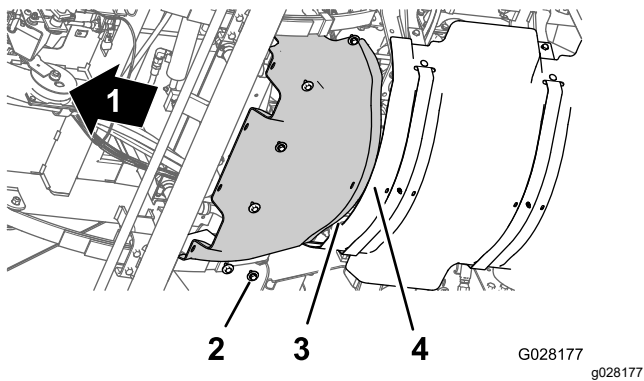

Bild 66
- Fluchten Sie den hinteren Flansch des vorderen Wärmeschutzblechs über dem vorderen Flansch des hinteren Wärmeschutzblechs aus (Bild 66).
- Fluchten Sie die Löcher im vorderen Wärmeschutzblech mit den Gewindelöchern im Chassis aus (Bild 66).
- Befestigen Sie das vordere Wärmeschutzblech mit den sechs Sechskantschrauben und sechs Scheiben (Bild 66), die Sie in Schritt 3 von Entfernen des vorderen Wärmeschutzblechs (Seite 55) entfernt haben, an der Maschine.